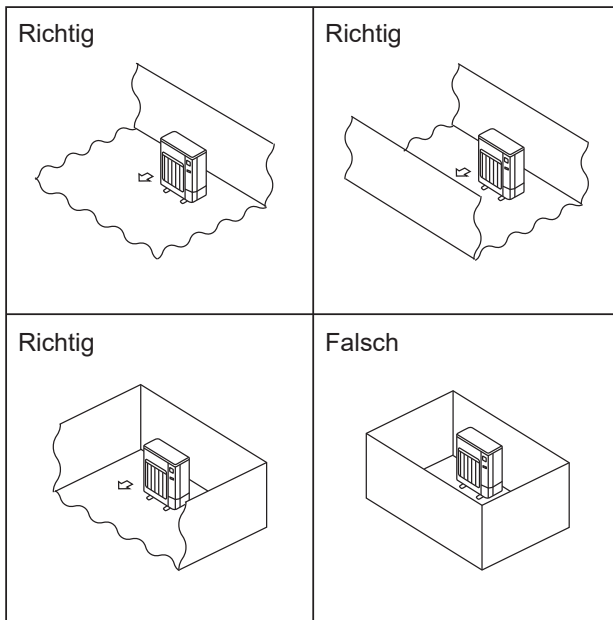

Fig. 2-2
- ⊙ Installieren Sie Außenanlagen an einem Ort, an dem wenigstens eine der vier Seiten offen ist, und in einem ausreichend großen Raum ohne Senken. (Fig. 2-2)